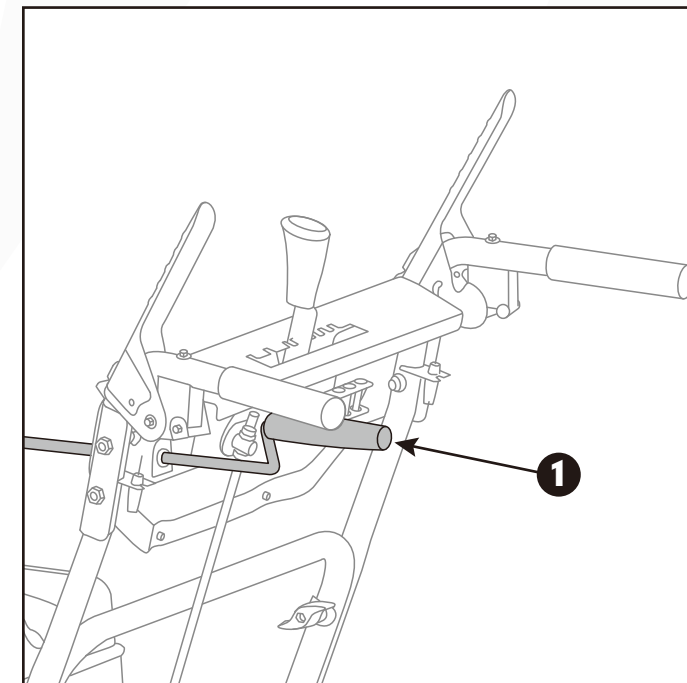
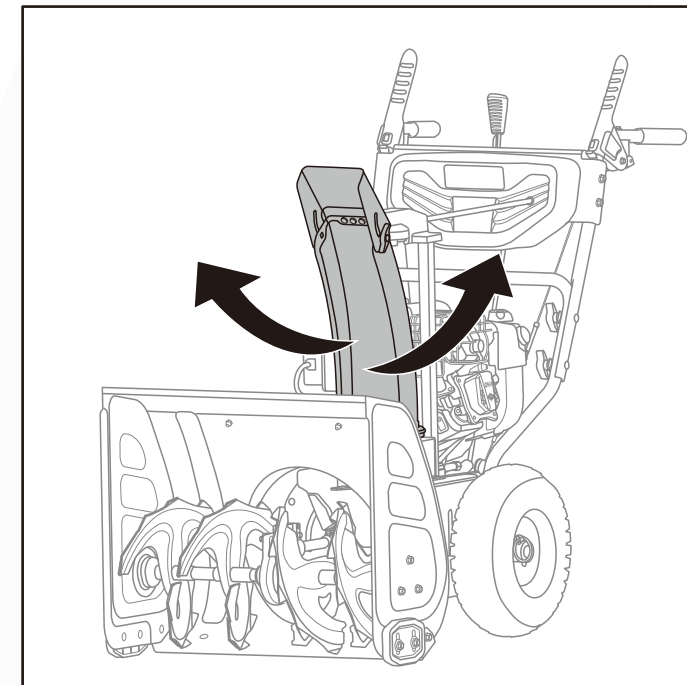

Figura 15A
Figura 15B
- Gire la palanca de rotación de la tolva en sentido horario –la tolva gira hacia la derecha. (Figura 15A y Figura 15B)
- Gire la palanca de rotación de la tolva en sentido antihorario –la tolva gira hacia la izquierda. (Figura 15A y Figura 15B)